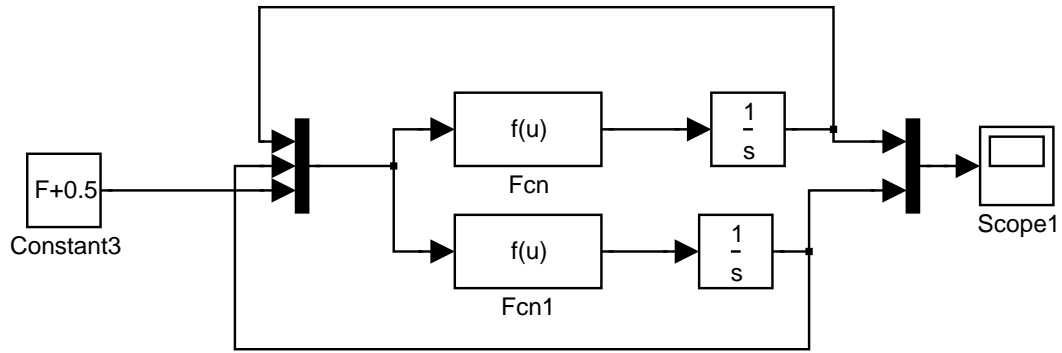

Figura 4: Representación en SIMULINK del sistema no lineal
Podemos, también representar en SIMULINK el sistema no lineal, Figura 4, donde Fcn es la ecuación matemática expresada en la ecuación (3) como  $F_1(h, q_i)$  y Fcn1 como  $F_2(h, q_i)$ .
Ya vimos los cálculos que tenemos que hacer cuando tenemos un sistema no lineal para linealizarlo alrededor del punto de operación. SIMULINK cuenta con una herramienta que permite obtener modelos lineales en forma numérica. Para ello tenemos que implementar el diagrama de la Figura 4, indicando como condiciones iniciales de los bloques integradores el punto de operación previamente calculado. Luego seguir los siguientes pasos: